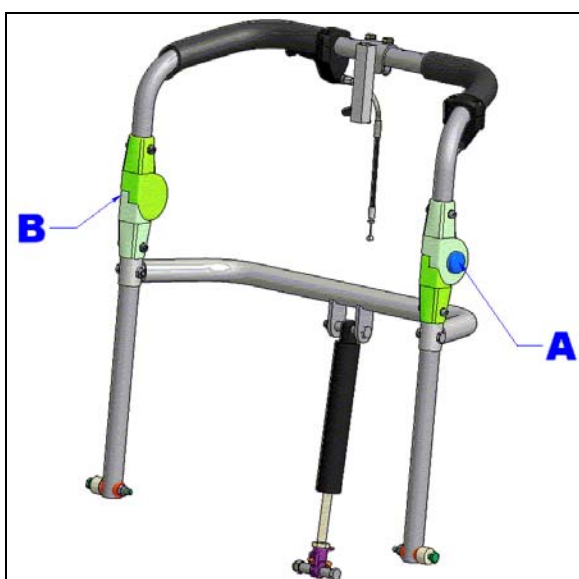

Figure 5 : Dégager le haut du dos.
Pour dégager le haut du dos dans la zone des omoplates, appuyez sur les boutons (A) et (B) ensemble et faire pivoter la poignée de poussée vers l'arrière (voir ; figure 5).